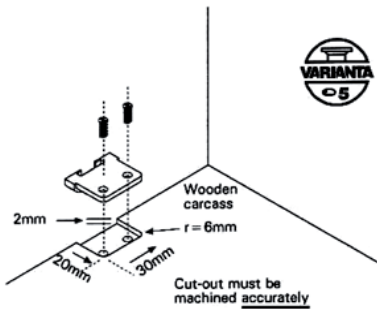
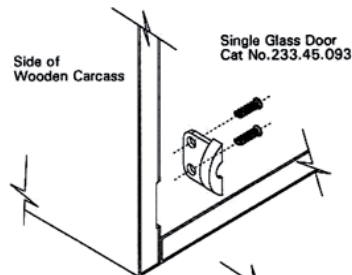

FIG 2
FIG 3
2. Das Gegenstück muß jeweils als Erstes montiert werden. Wenn ein Holzkorpus Schließblech verwendet wird (Art Nr.233.46.093), muß der Ausschnitt vor dem Zusammenbau exakt ausgefräst sein (siehe Abb.2). Vergewissern Sie sich, daß das Schließblech exakt parallel und bündig zu der verklebenden Türkante oder zu der Korpuskante ausgerichtet ist (siehe Abb.3).
2. Always mount the receiver first. If a wooden carcass receiver is to be used (Cat No.233.46.093) then a cutout must be accurately machined prior to assembly (see Fig.2). Make sure that the receiver is exactly parallel and flush with the carcass or door onto which it is bonded (see Fig.3).